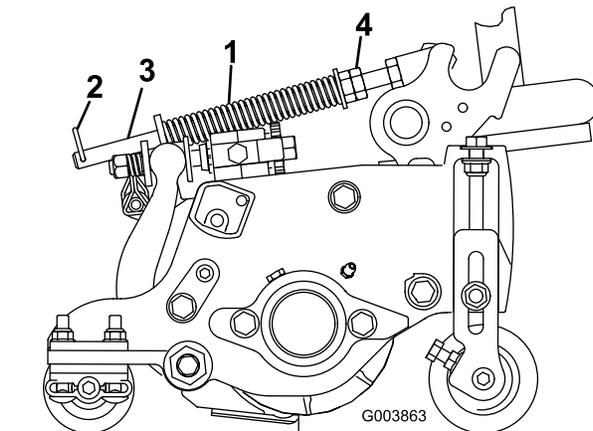

图17
草坪补偿弹簧（图17）可将重量从前滚筒转移至后滚筒。（这有助于减少草坪的波动图形，也称为波浪形或摆动形。）
1. 确保发卡销安装在弹簧杆的后孔内（图17）。
2. 拧紧弹簧杆前端的六角螺母，直至 127mm 滚刀组压缩后的弹簧长度为 127mm（178mm 滚刀组压缩后的弹簧长度为 159mm）（图17）。